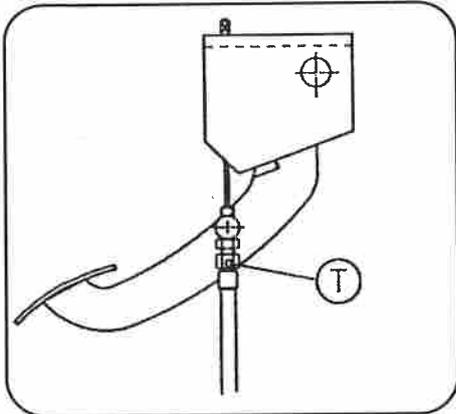

Fig. 13
- 8) Controlar el juego del pedal del embargue, debe ser aprox. 2 cm. en vacío. El ajuste de este juego se realiza mediante el tensor T (Fig. 13).